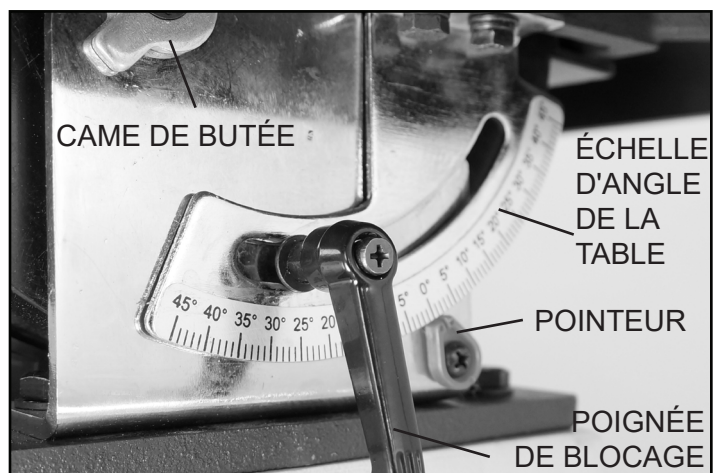

FIG. 7
3. Deux cames de blocage se trouvent sous la table (#21A) de chaque côté des supports de table (#2A, 3A) qui peuvent être ajustées jusqu'au niveau de la table (Fig. 7). Avec une clé hexagonale de 4 mm, desserrez les écrous hexagonaux (#22A) situés au centre de la came pour faire pivoter les cames afin de relever ou d'abaisser le réglage de la table. Lorsque l'angle de la table et du manchon est à 90°, serrez les écrous hexagonaux pour bloquer les cames de butée en position.
4. Vérifiez le pointeur et le réglage de l'échelle d'angle de la table pour confirmer qu'il est correctement ajusté à un angle de 90° (0°). Avec un tournevis cruciforme Phillips #2, desserrez la vis du pointeur, alignez le pointeur à la position 0° sur l'échelle et ensuite resserrez la vis. Figure. 7.